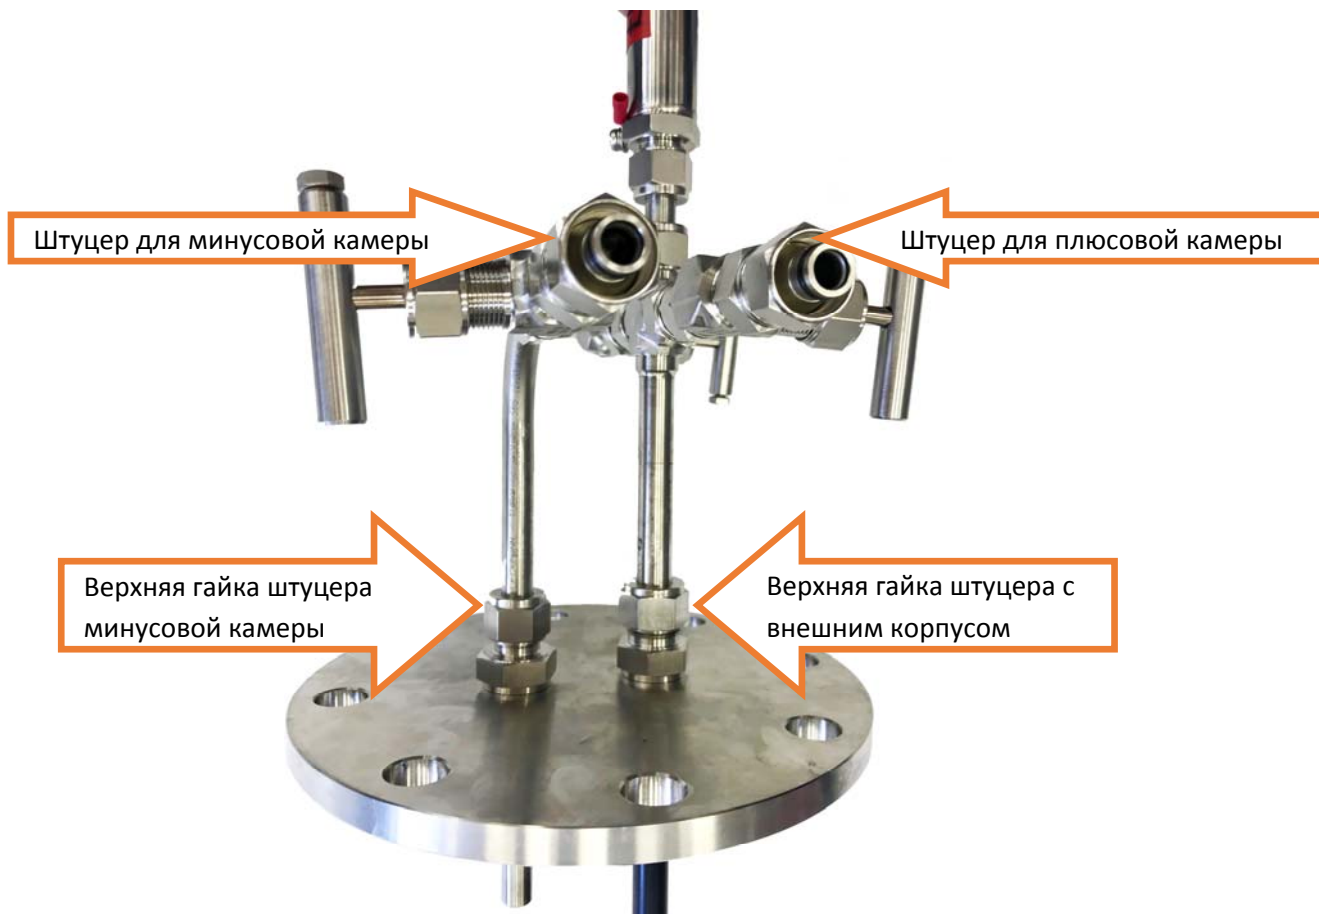

Рисунок 11 – Установка штуцеров для присоединения датчика давления
18. Возьмите датчик давления (4) с присоединенным к нему преобразователем (5). Отвинтите «глухую» крышку преобразователя (5) для подключения внешнего кабеля. Подключите внешний кабель согласно разделу 5 настоящей инструкции.
19. Подключите датчик давления (4) к штуцерам для минусовой и плюсовой камеры, приведенным на рис. 11. Убедитесь, что подключение соответствует маркировке плюсовой и минусовой камеры датчика давления.